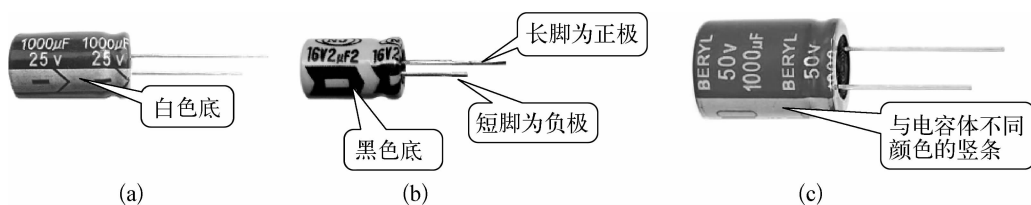

图 1-1-16 电解电容器正负极识别图
① 直标法：将电容器的标称容量及允许偏差直接标在电容器上的标志方法。
② 文字符号法：标称容量的整数部分通常写在容量单位标志符号的前面，小数部分写在容量单位标志符号的后面。如 3.3 pF 写为 3p3, 0.22 pF 写为 p22。
③ 色标法：电容器色标法采用颜色的规定与电阻器色标法的规定相同，其单位为皮法(pF)。
④ 数码表示法：电容器的数码表示法与电阻器的相同。但电容器数码表示法中，第三位中“9”表示 10^{-1} 。在 μF 容量中，小数点可用 R 表示。例如：339 K 瓷片电容器为
(5) 电解电容器正负极识别方法 电解电容器负极一般带有白颜色基底、黑颜色基底或与电容体不同颜色的竖条，而正极引脚处没有任何标记，和外皮的颜色是一样的。未使用过的新电容，引脚长的为正极，引脚短的为负极。详见图 1-1-16(a)、(b)、(c)。